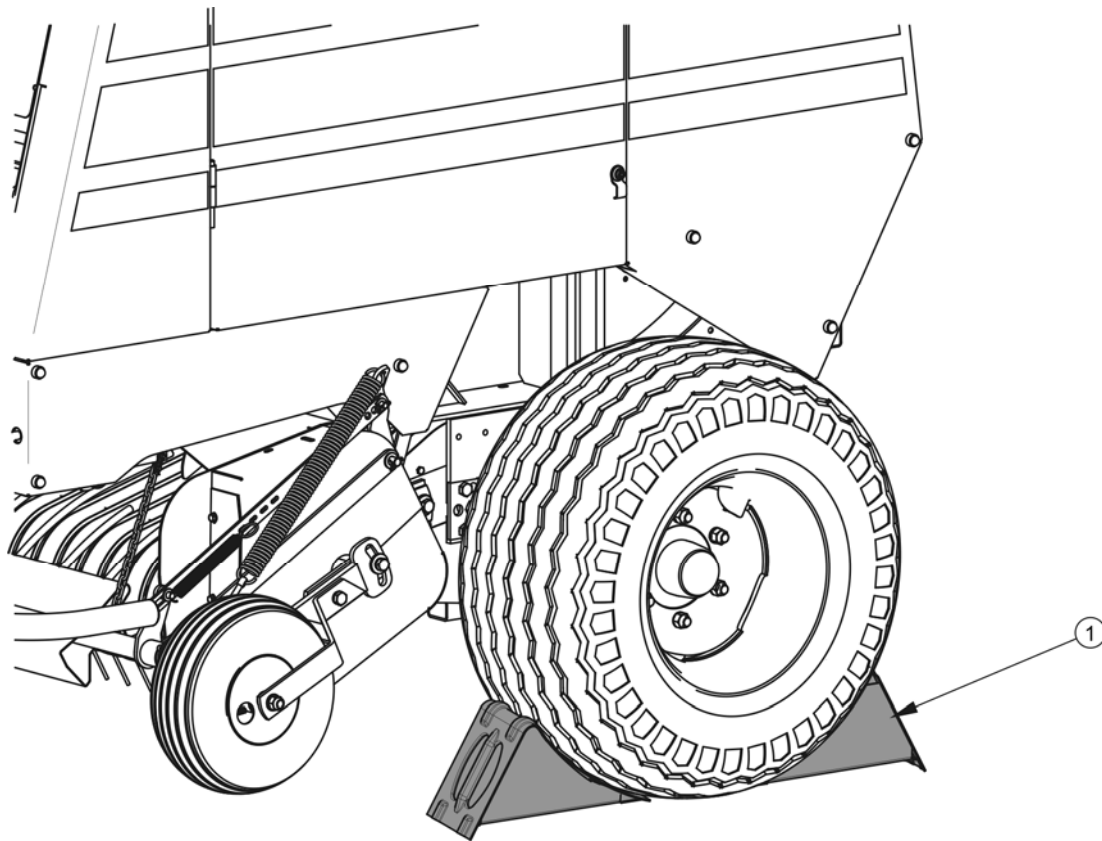

РИСУНОК 2.3 Способ установки клиньев
(1) предупреждающий знак, (2) держатель
- Не оставляйте отцепленную машину на дорогах общественного пользования. Отсоединенный от трактора пресс необходимо предохранять от перемещения, подкладывая под колеса клинья или какие-либо другие неострые предметы - рисунок 2.3 . Клинья следует подкладывать на одной полуоси, спереди и сзади колеса.